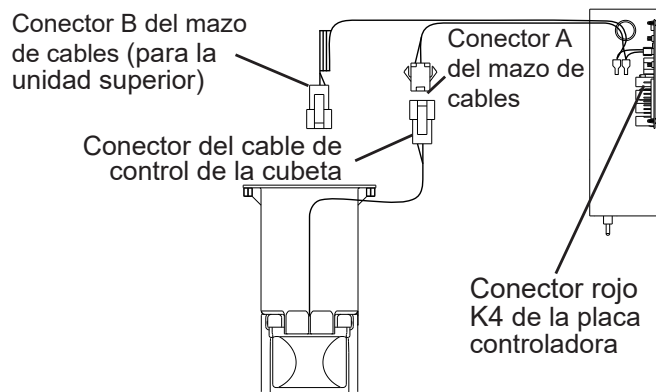

Fig. 4
- c. Utilice el tornillo de mariposa que ha retirado en el paso anterior y el tornillo de mariposa incluido en la bolsa de accesorios para fijar el conjunto de control de la cubeta a la parte inferior de la máquina de hielo. Consulte la Fig. 4.